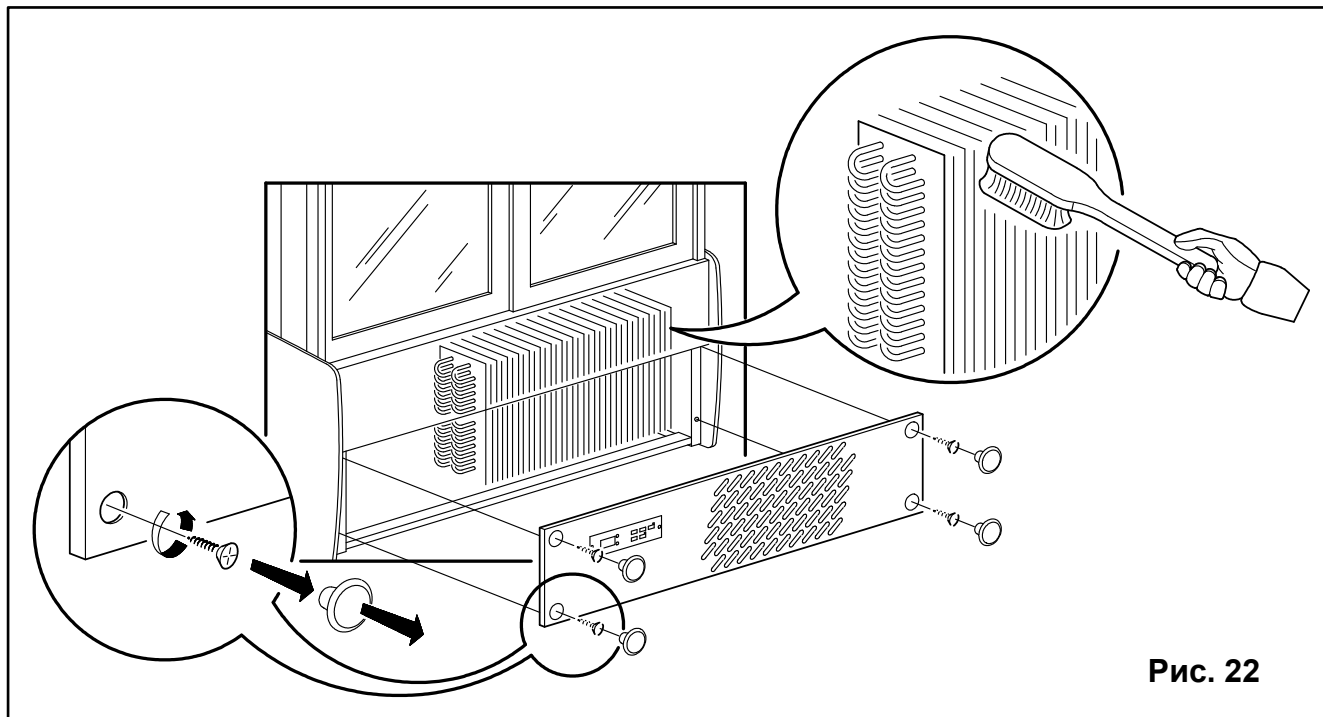

Рис. 22
- Снимите заднюю предохранительную решетку (Рис. 22).